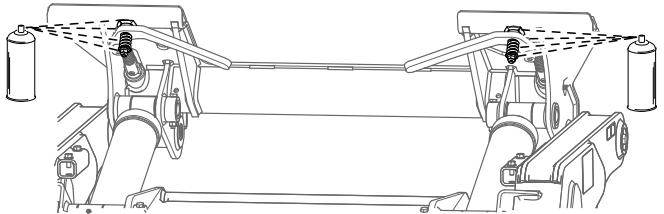

Figura 47
7. Lubrique los acoplamientos rápidos con lubricante en spray (Figura 47).